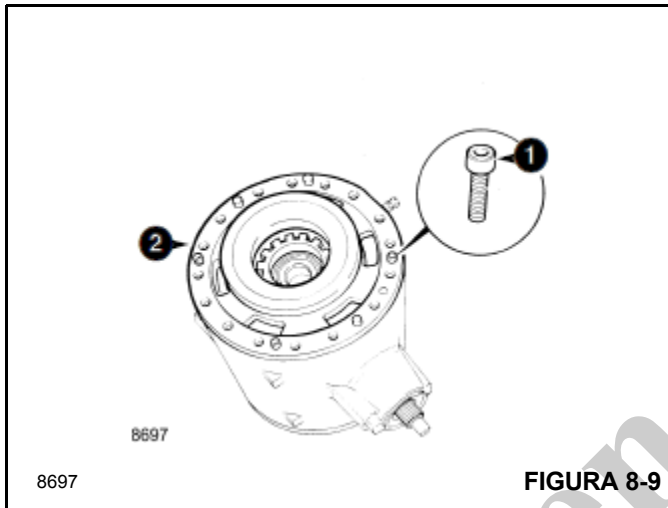

FIGURA 8-9
1. Posicione a cabeça de acionamento conforme mostrado na Figura 8-9, com a coroa na parte superior. Remova os parafusos.